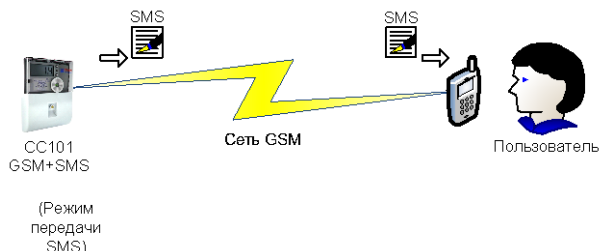

Рисунок 2.6. Передача показаний счетчика в SMS-сообщениях по заданию пользователя
2.6 Счетчик автоматически по расписанию передает свои показания в SMS-сообщениях на телефон пользователя (Рисунок 2.6). В этом варианте основной последовательный интерфейс свободен, а модуль расширения «GSM/GPRS контроллер» внутри счетчика работает в режиме передачи SMS. Максимально допустимое расстояние до прибора ограничено только наличием доступа к сети оператора связи GSM. Необходимые показания счетчика и контроллера (см. Таблицу 1.1 и 1.2), расписание передачи и телефоны получателей SMS-сообщений программируются пользователем заранее. Примеры получаемых пользователем SMS-сообщений приведены в Приложении 1.